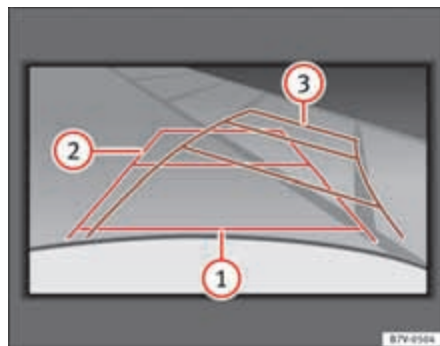

Fig. 156 Pantalla: líneas de orientación del espacio para aparcar detrás del vehículo.
Significado de las líneas de orientación proyectadas en la pantalla ⇒ fig. 156. Todas las longitudes de las líneas de orientación toman como referencia a un vehículo situado sobre una superficie horizontal.
- Dé marcha atrás lentamente y gire el volante de modo que las líneas amarillas de orientación le guíen hasta el hueco ⇒ fig. 156 ③.